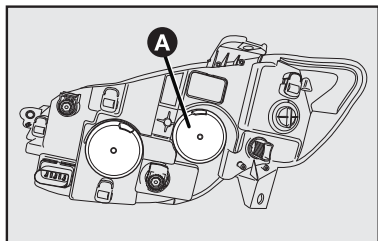

fig. 29
1) Retirar a tampa de borracha **A-fig. 29**;
4) Recolocar a tampa de borracha **A-fig. 29**.